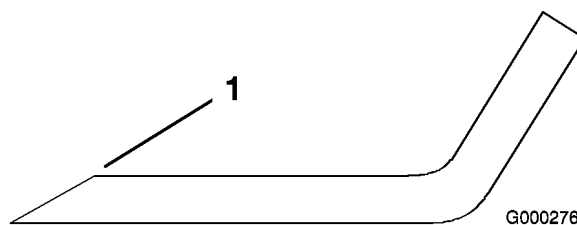

Figura 71
1. Utilice una lima para afilar el filo de corte en ambos extremos de la cuchilla (Figura 71). Mantenga el ángulo original. La cuchilla permanece equilibrada si se retira la misma cantidad de material de ambos bordes de corte.